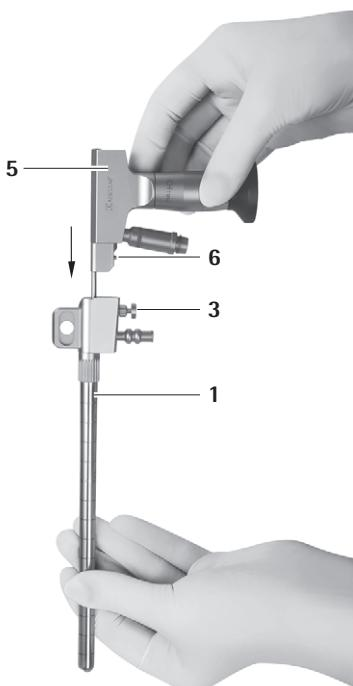

Fig. 2
- Fastslås endoskopet **5** i MINOP InVent-trokaren **1**, se Fig. 2.